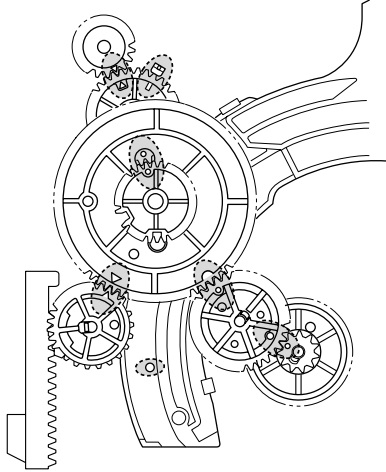

Fig. 5
- Lademotormitnehmer/Schneckenrad in die am Lademotor angegebene Pfeilrichtung so lange drehen, bis sich alle Zahnräder und Hebel in der in Fig. 5 markierten Position befinden.
- Funktionswahlschalter S8001 durch Drehen des Zahnrades in die Laufwerkposition Eject bringen (Fig. 5 / 6).
- Turn the loading motor driver/worm gear in the direction of the arrow on the loading motor until all gear wheels and levers are in the position shown in Fig. 5.
- Set the mode switch S8001 to Eject mode by turning the gear wheel (Fig. 5/6).